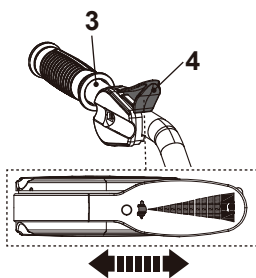

Fig. 20
La palanca del acelerador (4) se encuentra cerca de la manilla (3) izquierda y combina dos funciones: controlar la velocidad del motor y apagar el producto (fig. 20).
8. Apriete el botón de bloqueo (2) hacia abajo y, después, apriete la palanca del embrague (1) para engranar los rotores; el producto se pondrá en marcha (fig. 20, paso 6).